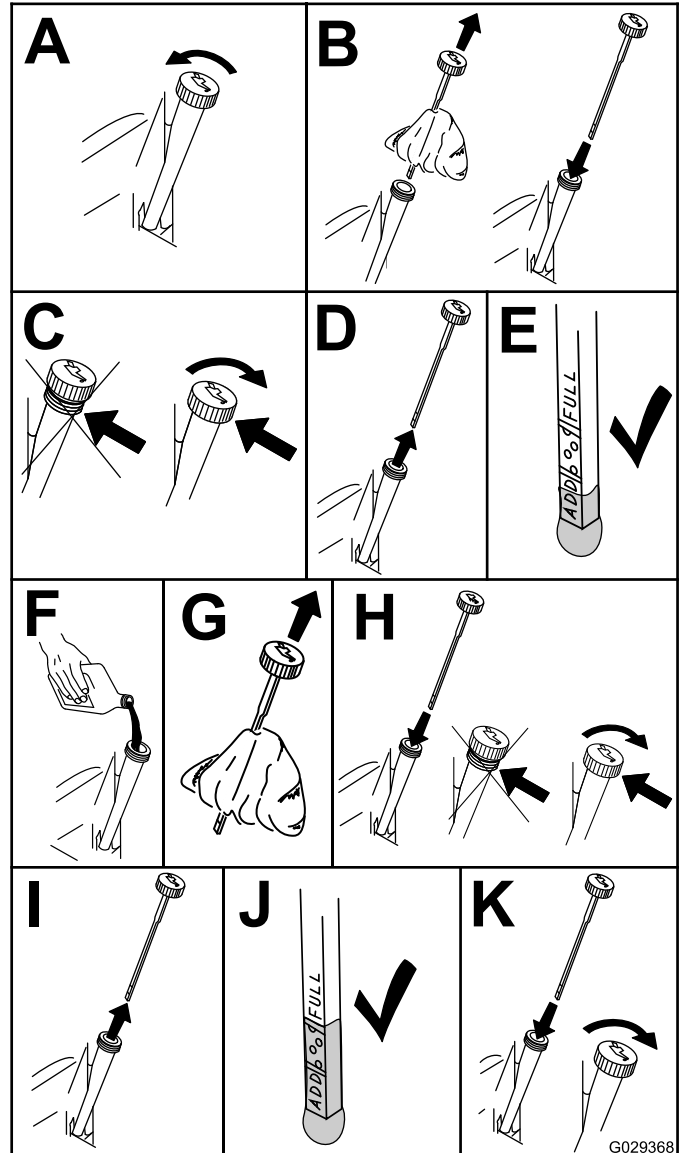

Figura 21
2. Compruebe el nivel de aceite del motor (Figura 21).